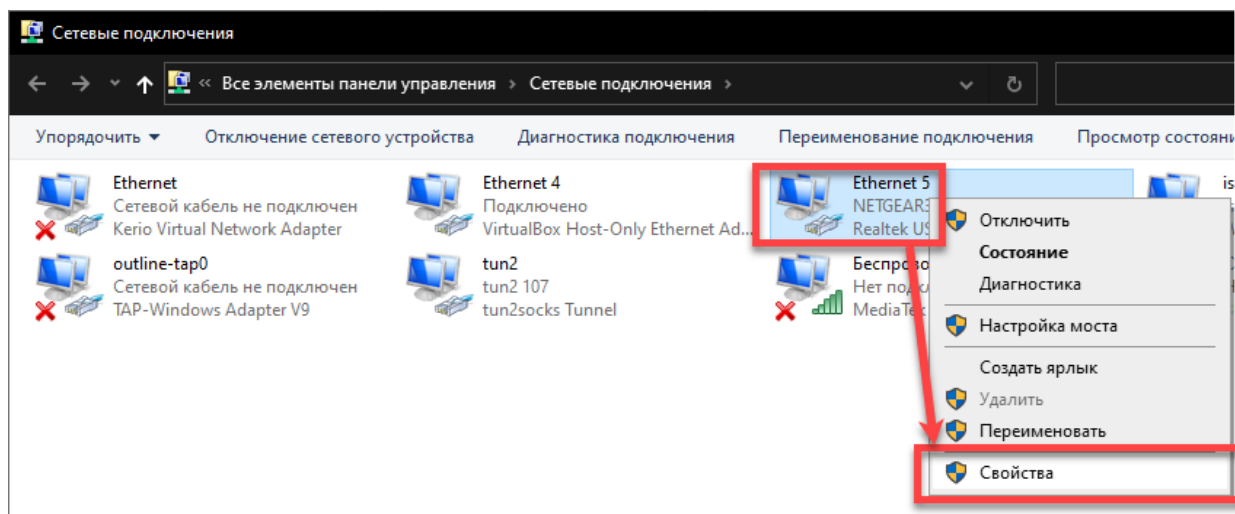

Рисунок 75 – Открытие окна свойств сетевого подключения
3.2) Выберите в списке используемый для подключения к модулю сетевой адаптер, перейдите в его свойства (рисунок 75).